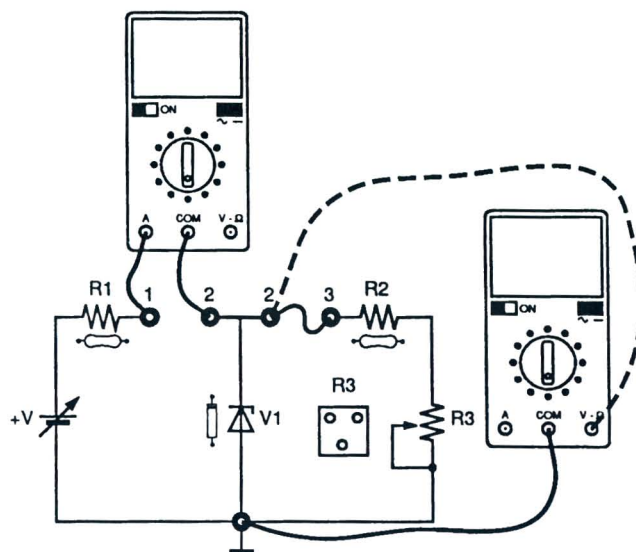

Fig. 6.3
- 13) Cambiar el terminal positivo del mutímetro, utilizado como voltímetro, al casquillo 3 y prepararlo como ohmímetro (Fig. 6.3).
- 17) Cambiar el terminal positivo del voltímetro del casquillo +V al casquillo 2 (Fig. 6.3).